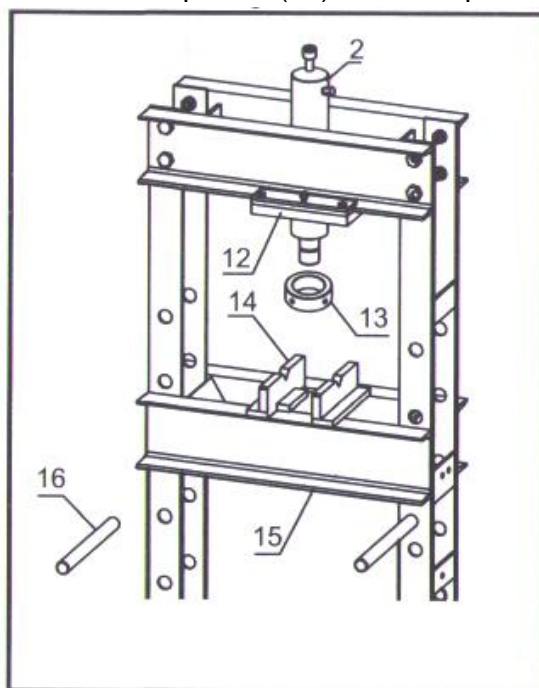

Рис. 3
4. Закрепите плиту опоры силового цилиндра (12). Закрепите силовой цилиндр (2), закрутив большую гайку (13). Сдвиньте опорные штифты (16) в отверстия в стойках. Вложите стол пресса (15) таким образом, чтобы направляющие стола вошли в стойки рамы, затем опустите стол вдоль стоек рамы на опорные штифты. Установите призмы (14) на стол пресса. См. рис. 3.